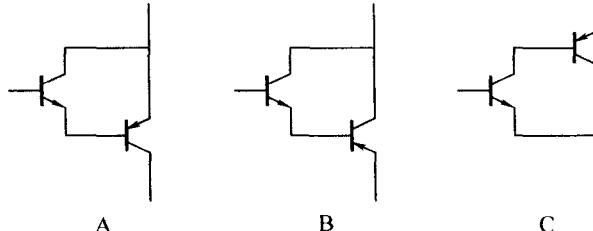

图 1-18
1.14 复合管电路如图 1-18 所示, 其中可正确地等效为 NPN 型管的是()。